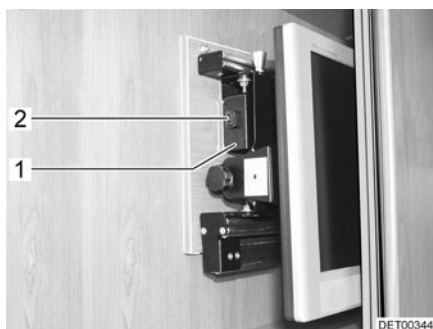

Fig. 8 Soporte en el armario de TV
- Introducir el soporte para la pantalla plana del tirador (Fig. 8,1) hasta que el pestillo (Fig. 8,2) engatille.